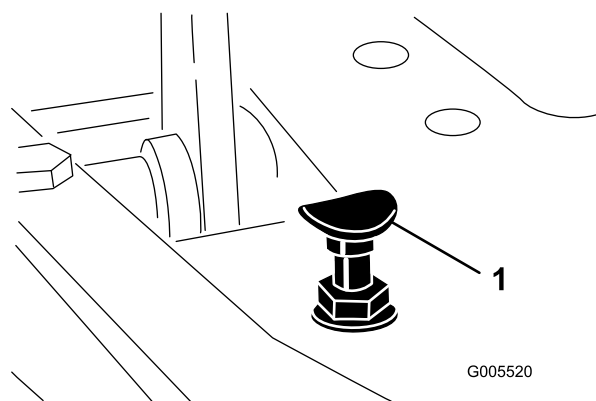

Figura 42
Para obtener la velocidad máxima de transporte, ponga la palanca de control funcional en la posición de TRANSPORTE y pise el pedal de tracción. Si el pedal toca el tope (Figura 42) antes de que se note tensión en el cable, ajústelo como se indica a continuación:
1. Ponga la palanca de control funcional en la posición de TRANSPORTE y afloje la contratuerca que fija el tope del pedal a la chapa del suelo (Figura 42).